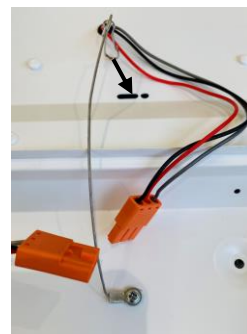

Figure 5
C. Notez que le plateau LED est attaché à la base avec un câble à chaque extrémité de l'unité. Si vous le souhaitez, lors de l'installation et du câblage, le plateau LED peut être retiré du boîtier en débranchant le connecteur rapide des fils menant au plateau et en décrochant les deux câbles attachant le plateau au boîtier (fig. 5). Si le plateau est retiré, placez-le dans un endroit sûr jusqu'à ce que le montage et le câblage soient terminés.